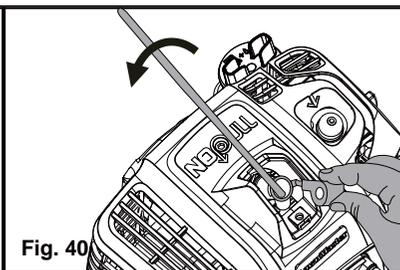

Fig. 40
- Retirez le couvre-bougie d'allumage. Couvrez complètement la bougie d'allumage à l'aide de la clé à douille fournie. Tournez la clé à douille dans le sens inverse des aiguilles d'une montre pour retirer la bougie d'allumage (Fig. 40).